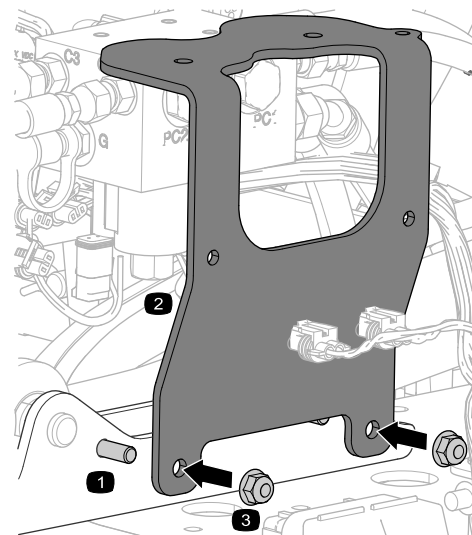

Рисунок 12
2. Используйте снятые ранее гайки и болты для крепления кронштейна коллектора подъема к монтажной пластине (Рисунок 12).